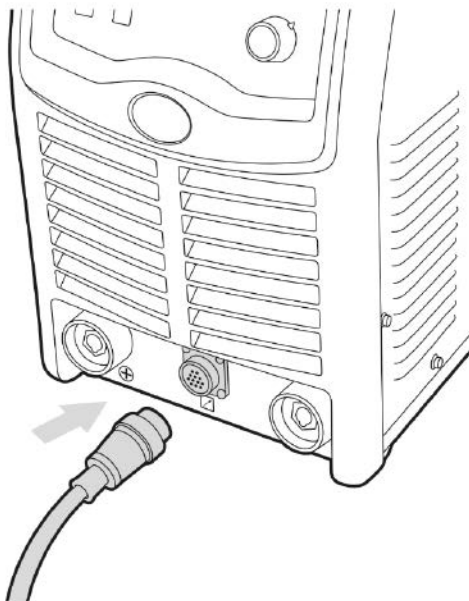

Рис. 9.0.3. Схема подключения к источнику питания.
2. Подключите кабель управления к источнику питания (См. рис. 9.0.3).